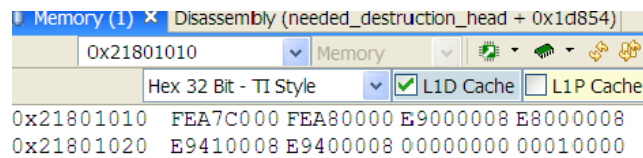

Рисунок 5-5: Проверка значений PCIe регистров BARn в CCS
11. PCIe регистры `BARn` ($n = 0, 1, 2, \dots, 5$), записанные Linux системой во время перечисления шины PCI, не должны быть нулевыми. В случае, если к модулю подключен JTAG эмулятор, значения регистров можно проверить подключившись к модулю SAMC-403 из CCS (см. рисунок 5-5).